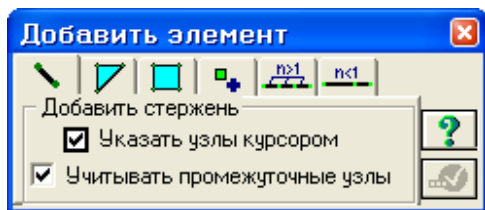

Рис.11.7. Диалоговое окно **Добавить элемент**
- Вызовите диалоговое окно **Добавить элемент** (рис.11.7) с помощью меню **Схема** ⇒ **Корректировка** ⇒ **Добавить элемент** (кнопка  на панели инструментов).
- В диалоговом окне **Показать** (рис.11.7) при активной закладке **Узлы** снимите флажок **Номера узлов**.